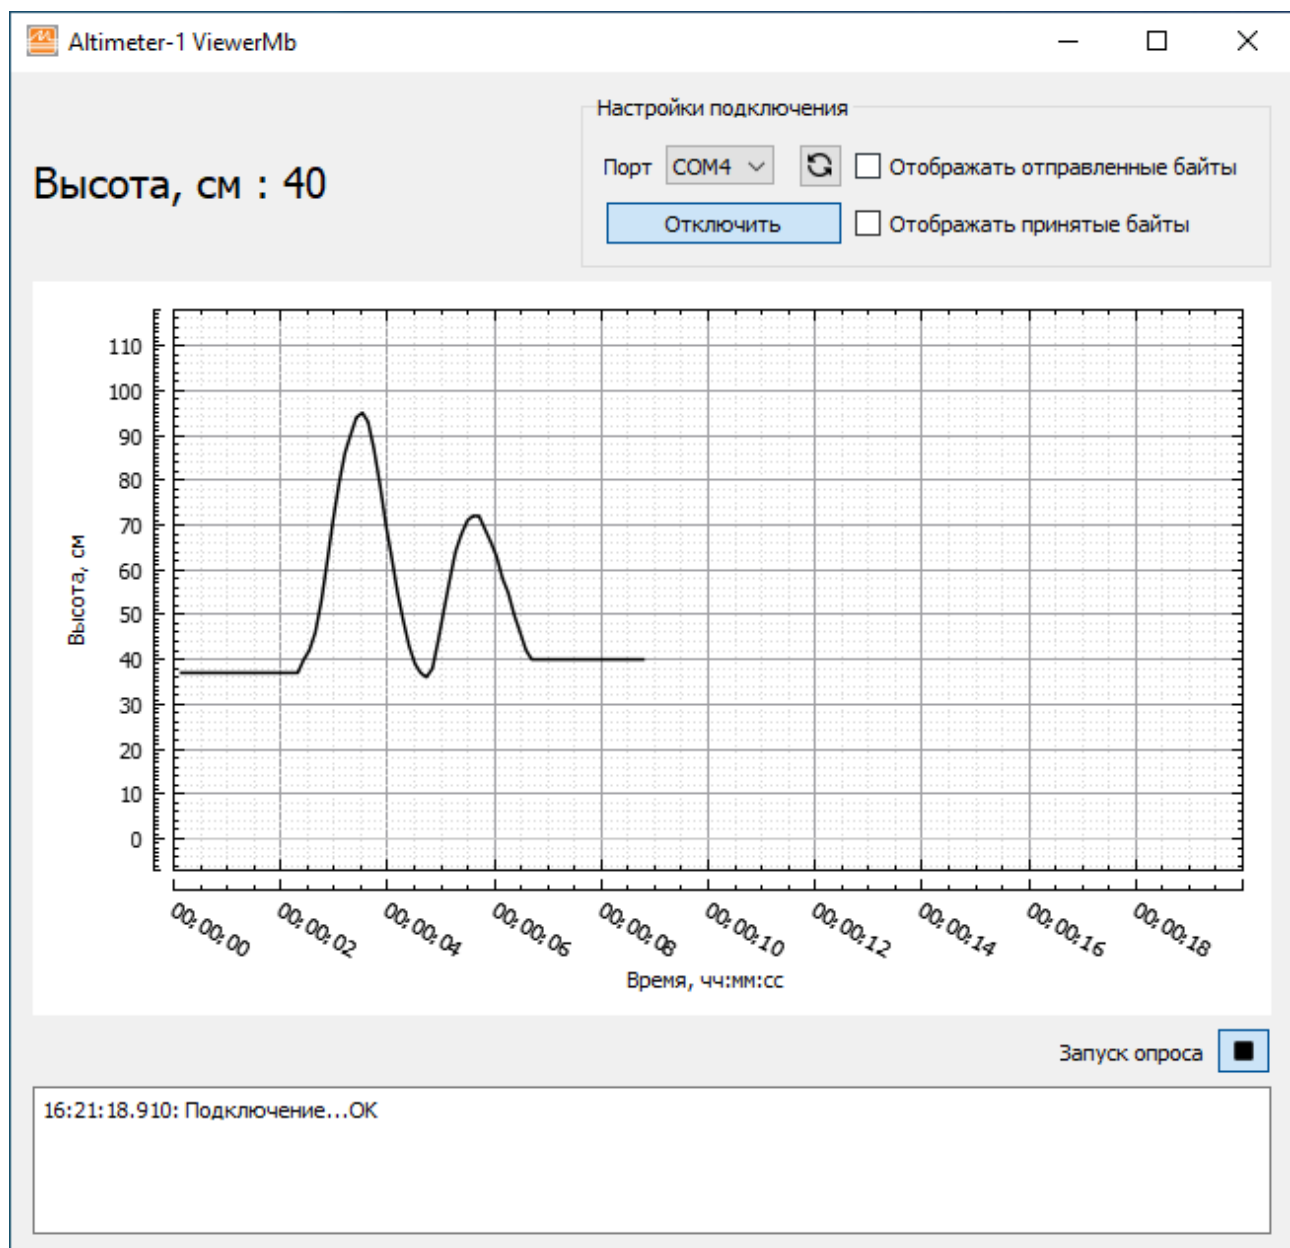

Рисунок 2.4 – Внешний вид окна программы Altimeter-1 Viewer Mb
- запустите программу Altimeter-1 Viewer Mb (рисунок 2.4);